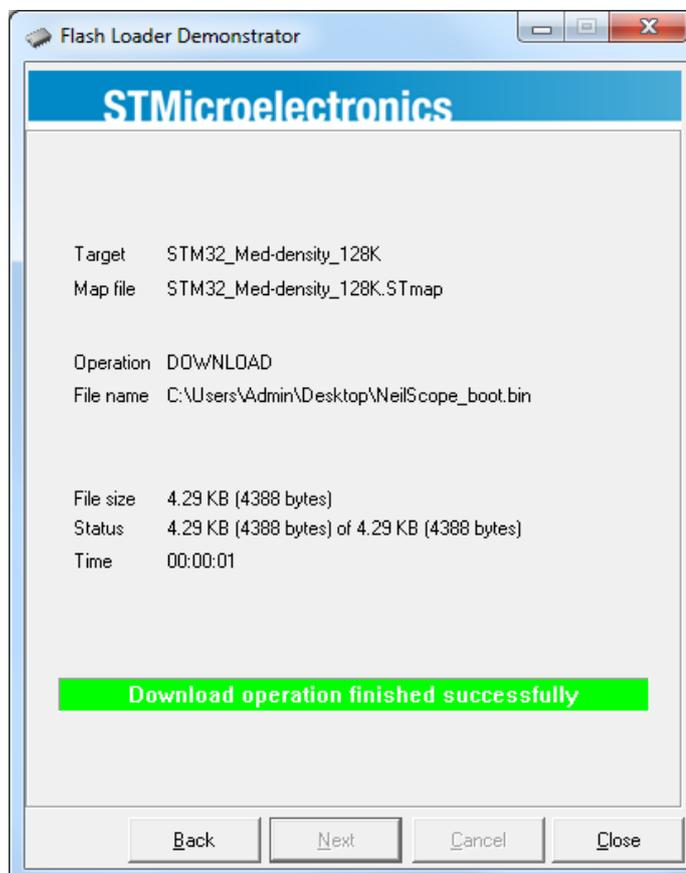

Рис.11 Окно с результатами операции записи бутлоадера в память микроконтроллера
12. После выполнения операции записи бутлоадера, программа «Flash Loader Demonstrator» отобразит окно с результатами операции (Рис.11). В случае выдачи программой сообщения о неуспешном выполнении операции записи, выполните операцию стирания и записи бутлоадера в память микроконтроллера повторно.